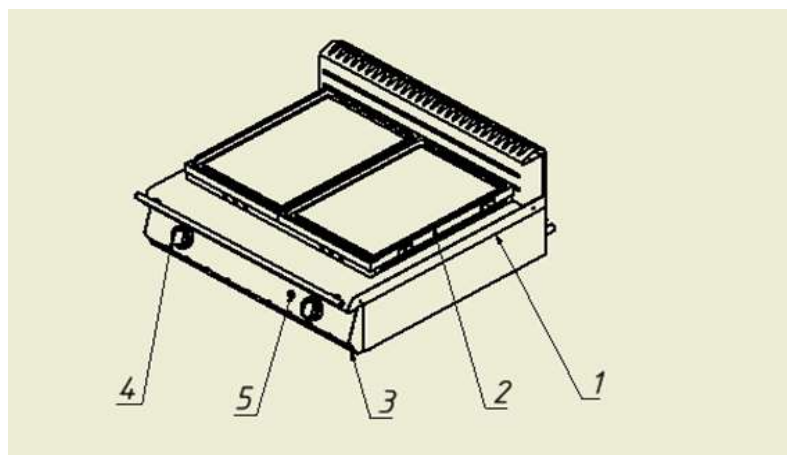
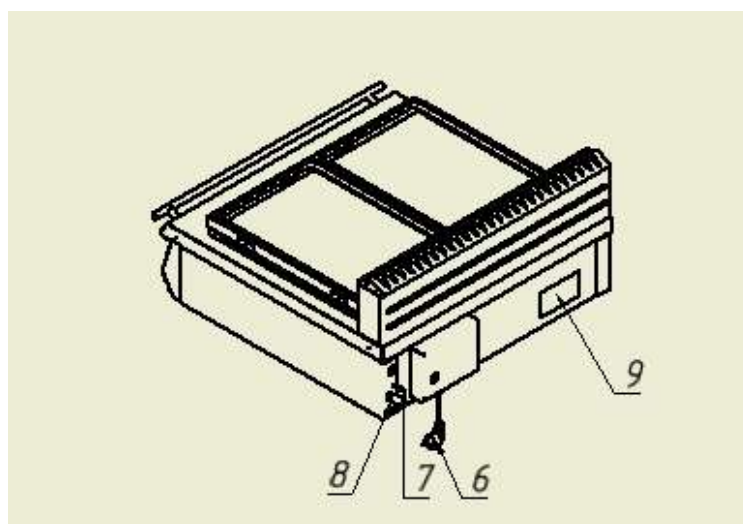
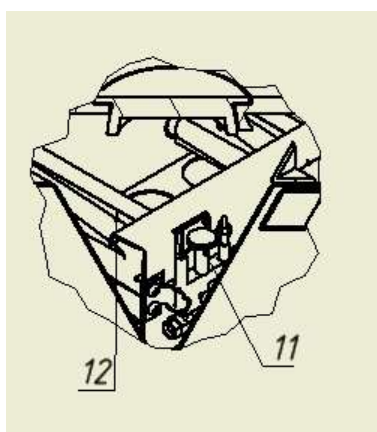

Рис.1
Рис. 2
Рис. 3
5.1. Основные части изделия указаны на рис.1, рис.2, рис.3 и перечислены в таблице 1.